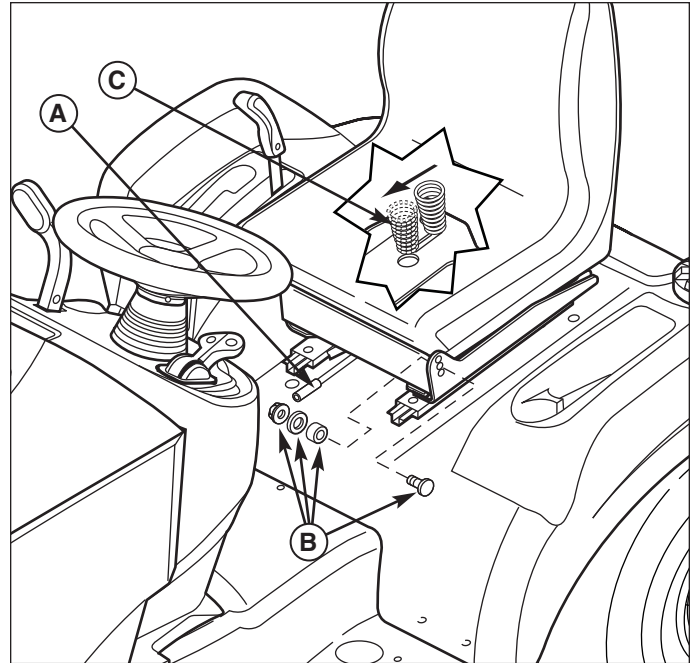

Figure 39. Réglage du siège
L'inclinaison du siège peut être réglée sur une des trois positions. Pour la régler, retirer les boulons mécaniques, écarteurs, rondelles et écrous (B, Figure 39) de la charnière et les remonter dans les trous souhaités.
Le siège peut être réglé d'avant en arrière. Actionner le levier (A, Figure 39), mettre le siège sur la position désirée et relâcher le levier pour le verrouiller en place.
Les ressorts du siège (C, Figure 39) peuvent être réglés pour procurer une conduite plus douce ou plus ferme. Incliner le siège vers l'avant et faire glisser l'ensemble de ressort (C) vers l'avant pour une conduite plus douce, vers l'arrière pour une conduite plus ferme.